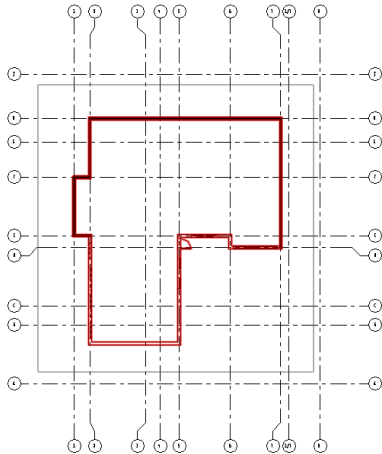
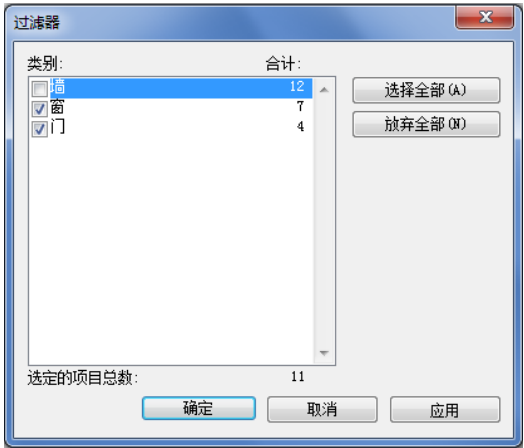

图 3-19
图 3-20
- 4) 如图 3-19 框选所有构件，单击选项栏“过滤选择集”工具，打开“过滤器”对话框，如图 3-20 取消勾选“墙”，单击“确定”选择所有门窗。按“Del”（Delete 删除）键，删除所有门窗。